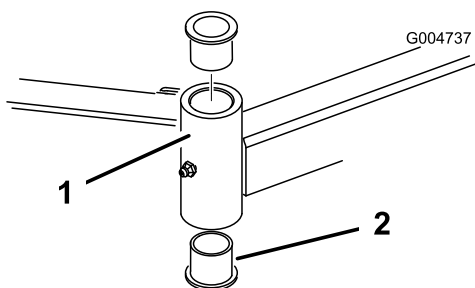

Рисунок 22
4. Вставьте выколотку сверху или снизу монтажной трубы и выбейте втулку из трубы (Рисунок 22). Выбейте также из трубы другую втулку. Очистите от грязи внутреннюю поверхность трубы.